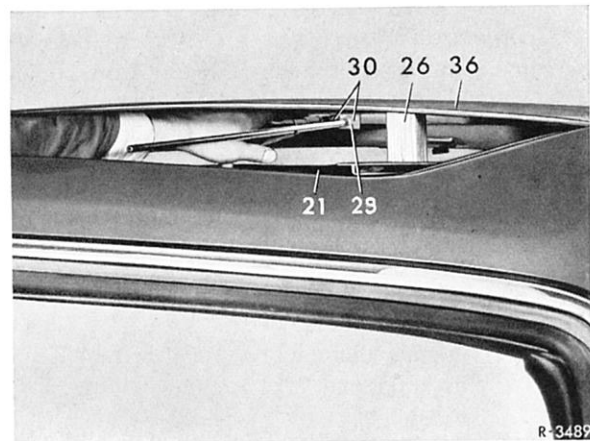

Bild 78-1/11
- 12 6,5 cm hohen Holzklotz (26) im Dachausschnitt zwischen Schiebedachrahmen (21) und Dachbeplankung (36) einklemmen (Bild 78-1/11).